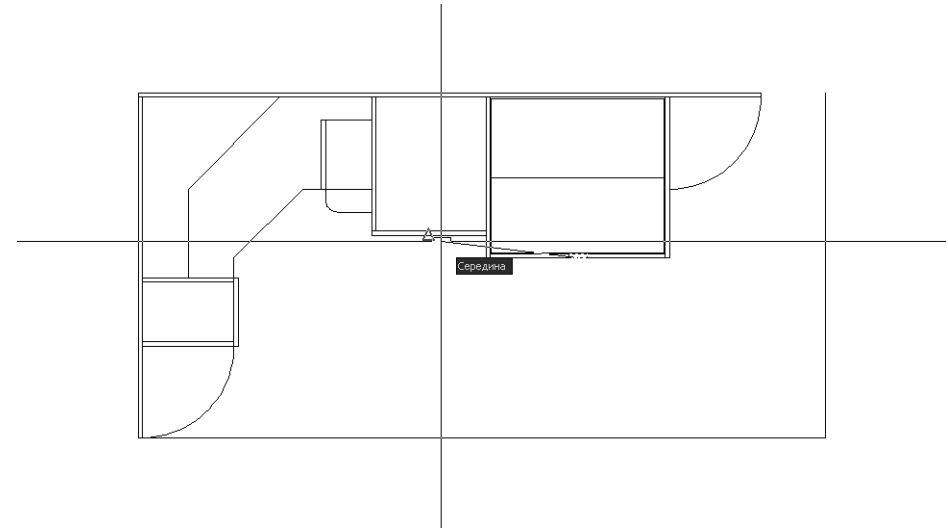

Рис. 4.62 ▼ Копирование прямоугольника на контур фасада большой тумбы с помощью режима привязки **Середина** (Midpoint)
4. Снова включите режим привязки **Середина** (Midpoint) и, подведя указатель-перекрестие к середине нижней горизонтальной линии прямоугольника, обозначающего контур фасада большой тумбы (рис. 4.62), щелкните для вставки копии исходного прямоугольника в эту точку.